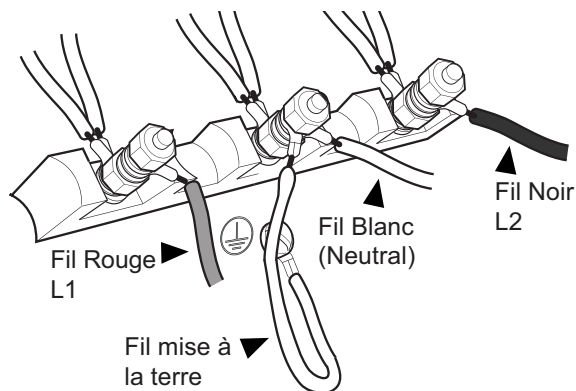

Figure 14 : Connexion à trois fils
4. Fixez le fil neutre mis à la terre du circuit d'alimentation au plot central (de couleur argent) du bloc de jonction (consultez la Figure 14).